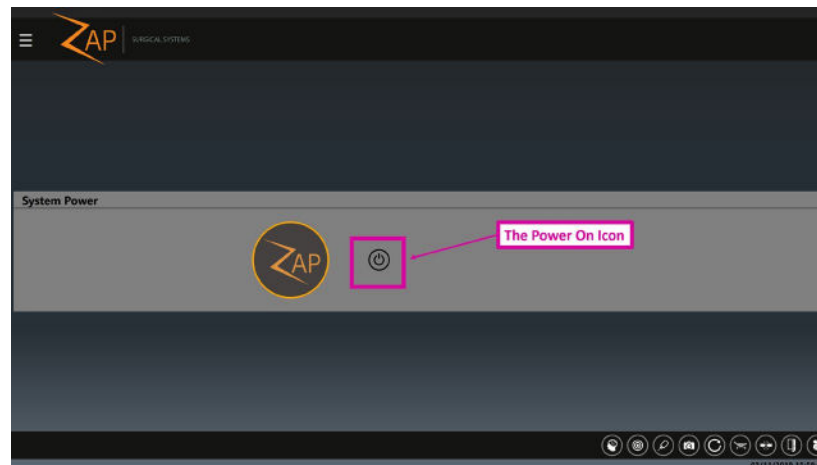

Figure 3.1.3 : L'icône de mise sous tension
- 2) L'écran de l'IU principal affichera le tableau de bord comme étant hors tension. (Figure 3.1.3) Cliquez sur le bouton d'alimentation pour initier la mise sous tension du système.